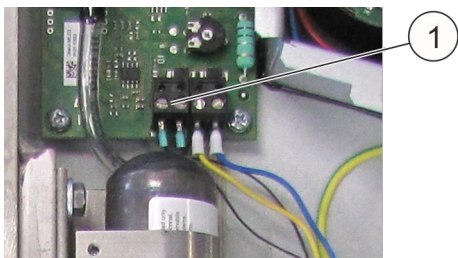

Abb. 92: Anschluss Schwundüberwachung
13. ▶ Elektrischen Anschluss (Abb. 92/1) der Schwundüberwachung lösen.